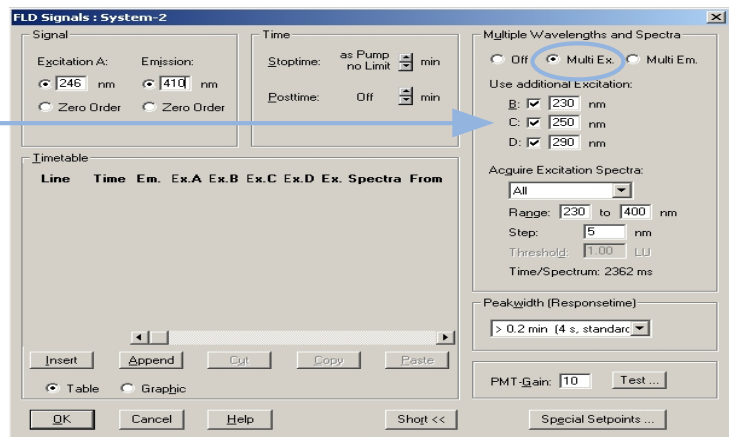

図 26 FLD パラメータ
- 2 『79 ページ 図 26』に従って、FLD 設定値を設定します。